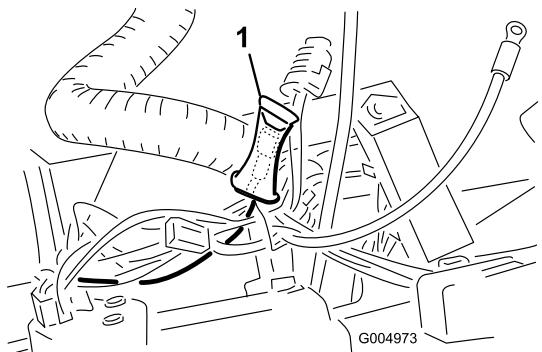

Figura 24
5. Dentro del panel de control, localice el cable rosa cuyo conector está envuelto en una burbuja de plástico (Figura 24).
8. Enrute el otro extremo del arnés de cables por debajo del soporte del bastidor trasero hacia el lado izquierdo de la máquina, y al mismo tiempo inserte los clips del cable del arnés en los taladros de la parte inferior del soporte del bastidor trasero (Figura 24).